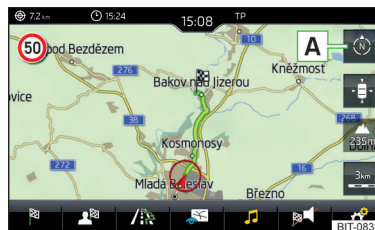

Fig. 226
- ▶ Para **cambiar la dirección del mapa**, pulsar en el menú principal *Navegación* la superficie funcional --- **A** » fig. 226.